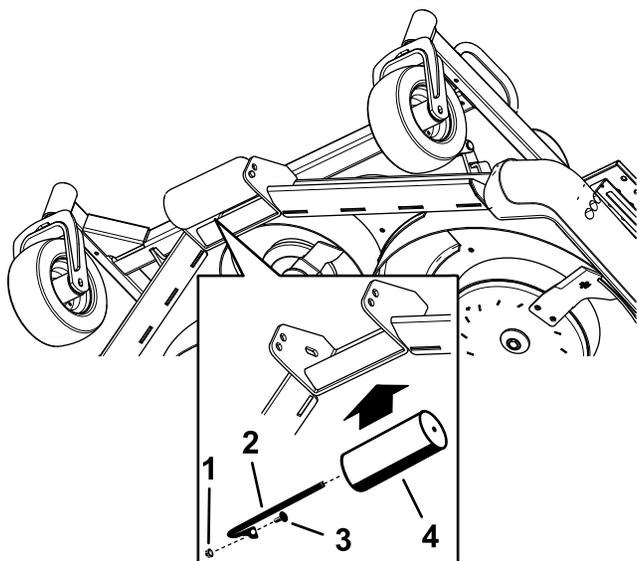

図 31
- ローラを適切な穴に合わせてセットし、シャフトを通してボルトとナットで固定する 図 31。